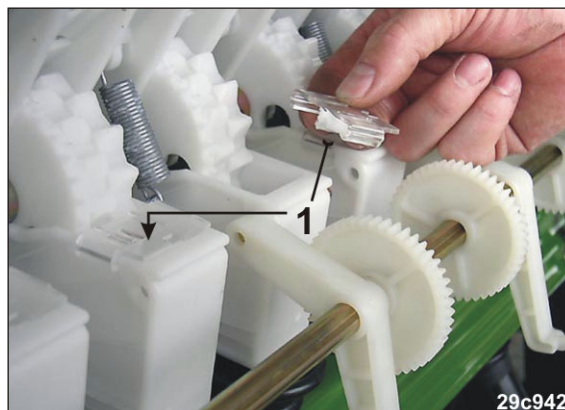

Fig. 125
4. Neue Fahrgassensäräder markieren, indem Sie die Feinsäradbürsten (Fig. 125/1) auf die neuen Fahrgassensägehäuse aufstecken.